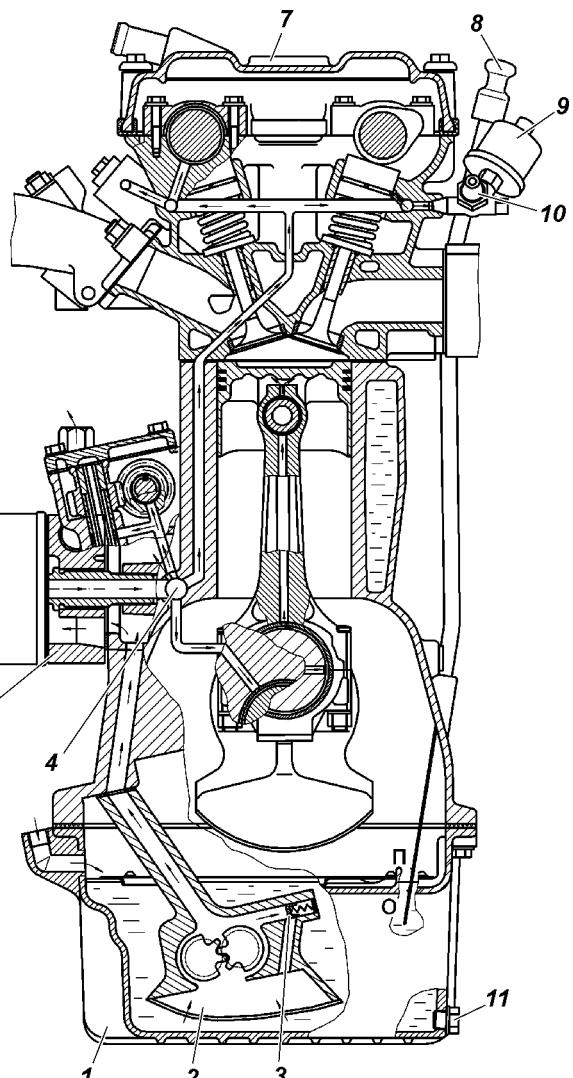

Рис. 4.8. Схема системы смазывания:
**Система смазывания** показана на рис. 4.8. Работа двигателя при неисправностях в системе смазывания должна быть немедленно прекращена.
Подача масла в радиатор осуществляется автоматически с помощью термоклапана 5 (см. рис. 4.8) в зависимости от давления масла и его температуры.